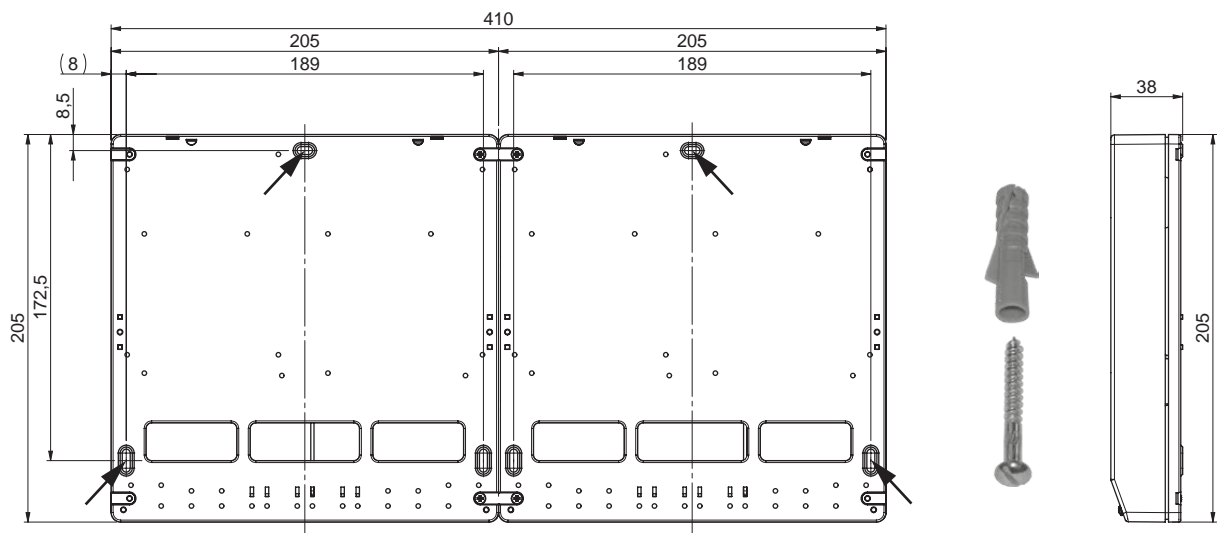

Fig. 241 Maßskizze - Ansicht von hinten
- ▶ Montagelöcher (\varnothing 6 mm) laut Skizze (Fig. 241) in die Mauer bohren.